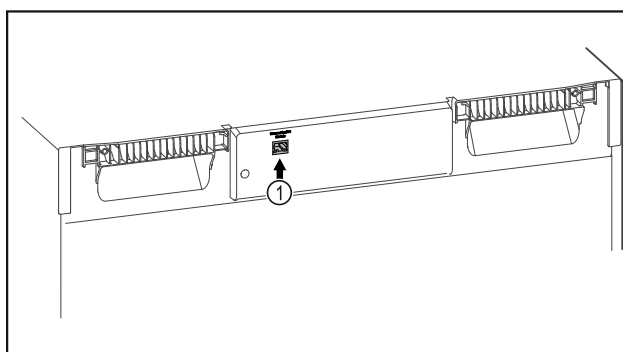

Fig. 84
- SmartModule Fig. 84 (1) je nasadený.